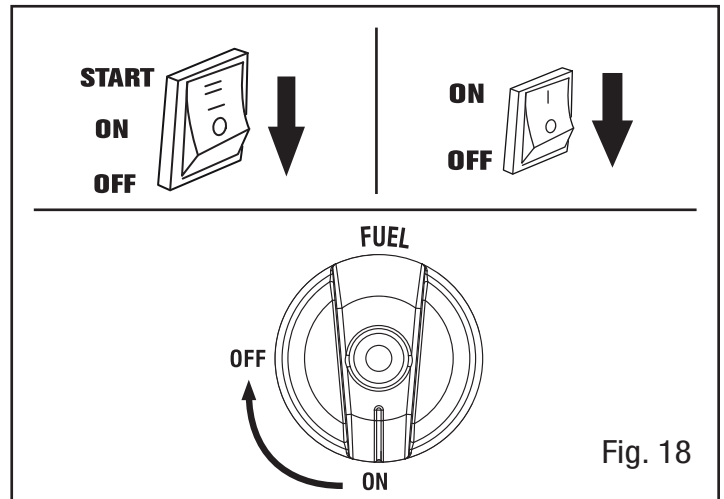

Fig. 18
3. Stellen Sie den ENGINE-Schalter in die Position "OFF" (Abb. 18).
4. Stellen Sie den FUEL-Schalter auf die Position "OFF" (Abb. 18).